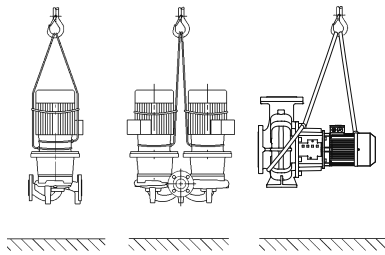

Fig. 6: Transport af pumpen
- Transportringene på motoren er kun beregnet til at styre i forbindelse med lastoptagelse (Fig. 6).